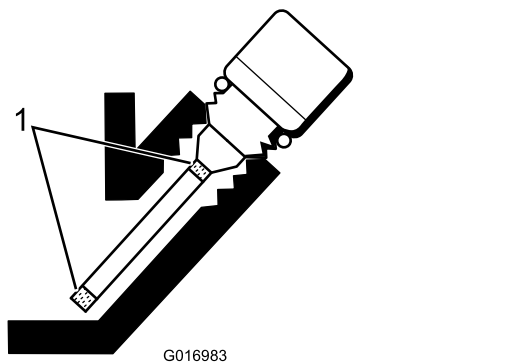

图30
5. 如果油位较低请添加足够的机油使油位升到量油尺上的开口标记之间 图30。